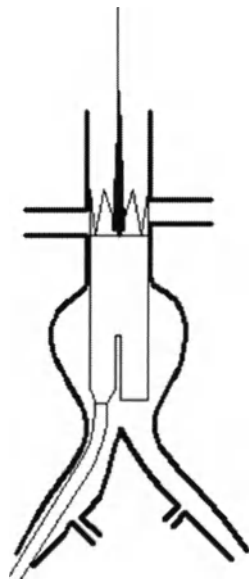

Рис. 8. Потяните проксимальный размыкатель
- Потяните проксимальный размыкатель для высвобождения проксимальной пружины стент-графта. (рис. 8).